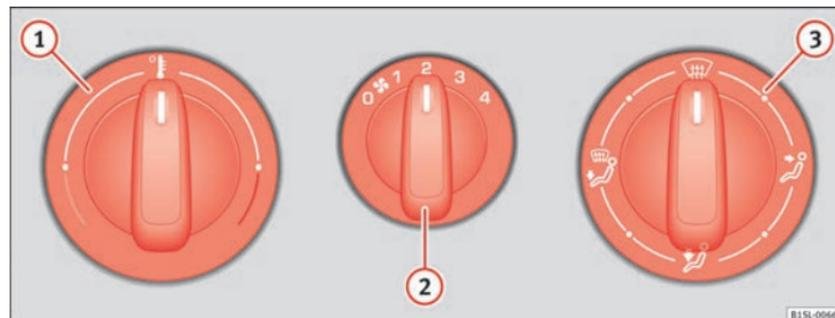
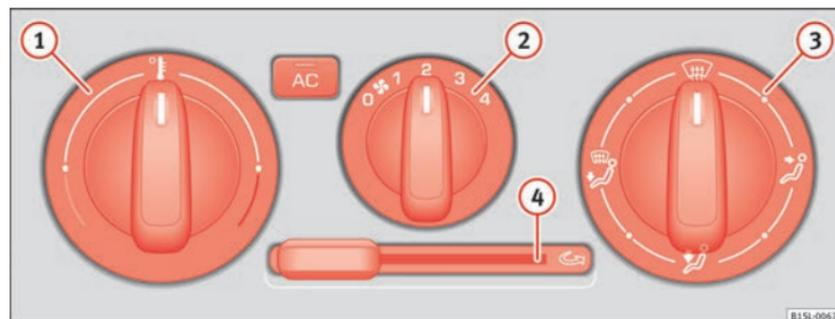

Abb. 105 Auf der Mittelkonsole: Drehregler des Heiz- und Frischluftsystems.
Abb. 106 Auf der Mittelkonsole: Bedienungselemente der Klimaanlage. ▶
Taste, Regler	Ergänzende Informationen. Heiz- und Frischluftsystem ⇒ Abb. 105 und Klimaanlage ⇒ Abb. 106 .
- Gebläse ⇒ **Abb. 105**  auf Stufe 1 oder 2 stellen.
- Temperaturregler ⇒ **Abb. 105**  auf mittlere Position stellen.
- Luftverteilungsregler ⇒ **Abb. 105**  in Defroststellung drehen.
Einschalten: Schieberegler ⇒ Abb. 106 **4** bis zum Anschlag nach rechts schieben.
Ausschalten: Schieberegler ⇒ Abb. 106 **4** bis zum Anschlag nach links schieben.